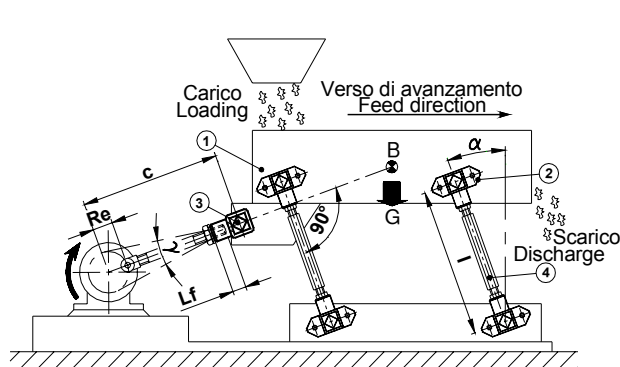

Fig.1
Il sistema rappresentato in fig 1 è il metodo più semplice ed economico per costruire trasportatori di materiali sfusi di medie o lunghe dimensioni. Tale impianto prevede una grondaia di scorrimento (1), sorretta da sospensioni elastiche (2), azionata da un manovellismo biella manovella (3). Questi trasportatori vengono realizzati con strutture rigide e saldamente collegati al suolo in quanto il canale vibrante può essere utilizzato con accelerazioni fino a 1,6 g. Per questi motivi è essenziale dimensionare correttamente la macchina ed una scelta appropriata degli elementi elastici VIB contribuisce all'assorbimento delle vibrazioni e ad un'ottimale esecuzione del canale vibrante.
*The system illustrated in fig. 1 is the most simple and inexpensive method to build conveyors for medium to large sized unpacked material. This system consists of a sliding chute (1) supported by elastic suspensions (2) actuated by a connecting rod-crank device (3). These conveyors are used with rigid structures and are firmly fixed to the ground because the vibrating channel may work with accelerations up to 1.6 g. Given the above, correct dimensioning of the machine is essential, while the appropriate choice of the VIB elastic elements improves the vibration absorption and optimizes the execution of the vibrating channel.*